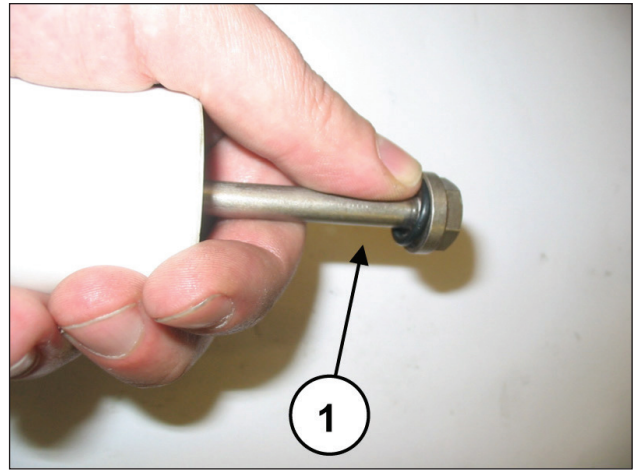

Abb. 46
Nach jedem Ausbau müssen sämtliche O-Ringe der Kolbenbaugruppe ersetzt werden (Abb. 46, Pos. ①).